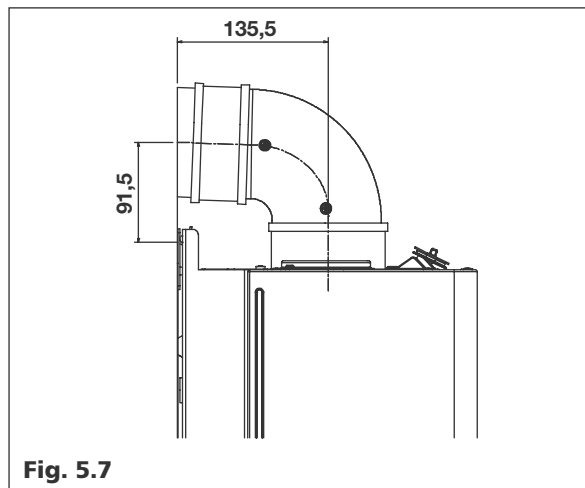

Fig. 5.7
**Scarichi coassiali Ø60-100 / Ø80-125 (Fig. 5.7)**